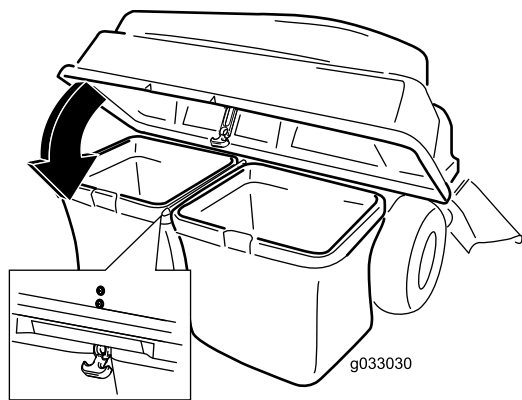

Figura 25
8. Abbassate il coperchio del sistema di raccolta sui cesti (Figura 25).
9. Fissate il cofano con il fermo (Figura 25).